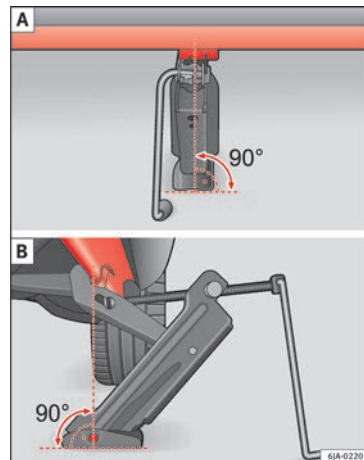

Fig. 126 Colocação do macaco.
- Ajuste o macaco de modo a que a sua garra abranja o ponto de apoio da longarina inferior » » Fig. 126 - B debaixo do estampado na longarina inferior.
- Certifique-se de que a base do macaco está apoiada, em toda a sua área, sobre uma superfície plana e que está em posição vertical » » Fig. 126 em relação ao ponto onde a garra abrange o ponto de apoio da longarina.